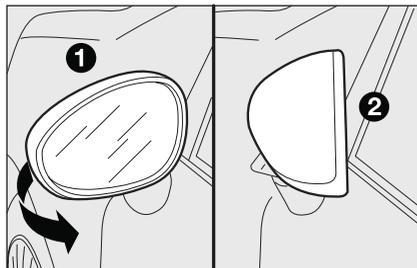

Рис. 34
При необхідності (наприклад, якщо дзеркала заважають подолати вузький простір) можливе складання зовнішніх дзеркал з положення 1 (рис. 34) у положення 2.
*Під час руху дзеркала завжди повинні перебувати в положенні 1 (рис. 34).*